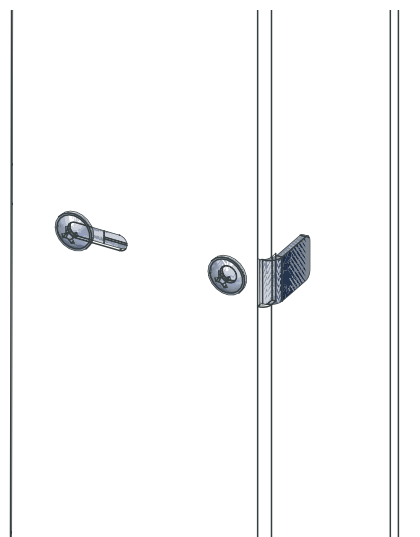

Fig. 16 Inserire la staffa di bloccaggio, serrare a fondo
- Inserire la staffa di bloccaggio e rimontare o serrare entrambe le viti – Fig. 16.